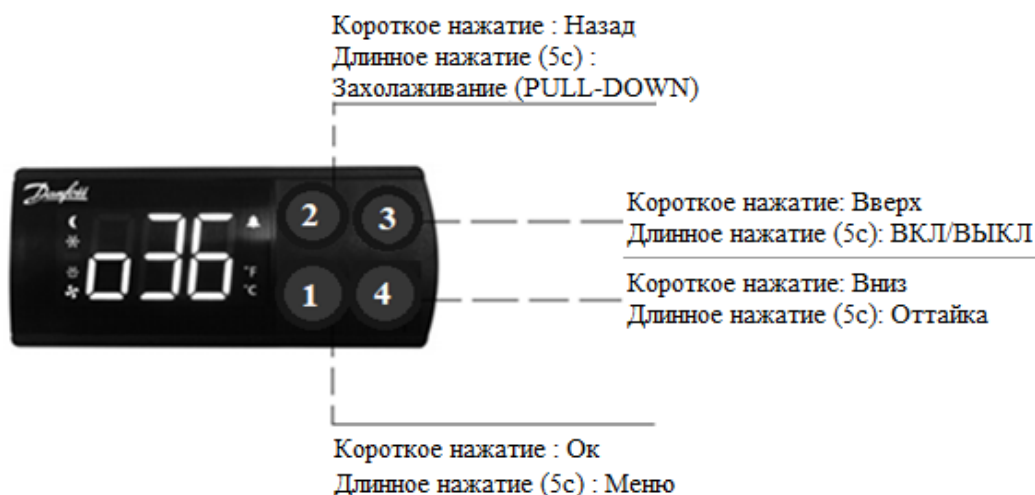

Рис.2 – Электронный контроллер DANFOSS ERC 213
- на пульте управления (поз.6 рис.2) установить выключатель питания в положении соответствующее состоянию «ВКЛ». Включите освещение выключателем;